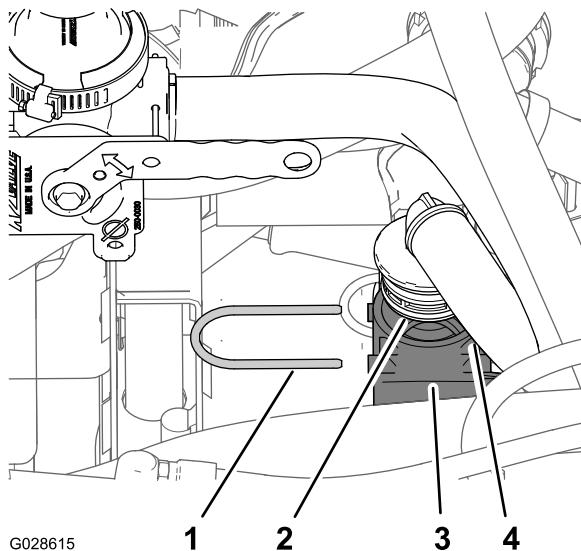

Figure 27
1. Insérez le raccord cannelé à 90° du flexible de dérivation du mélangeur dans le raccord en T inférieur (Figure 27) que vous avez utilisé à l'opération 2 de Préparation au montage de la vanne de mélange (page 11).
2. Fixez le raccord à 90° au raccord en T inférieur à l'aide du dispositif de retenue (Figure 27) que vous avez retiré à l'opération 2 de Préparation au montage de la vanne de mélange (page 11).